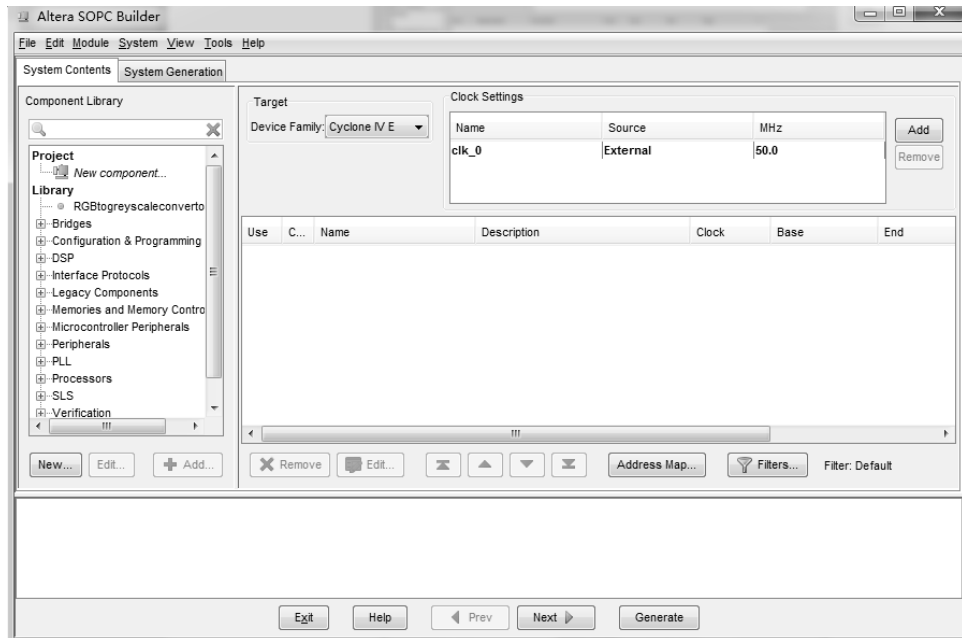

图 1-6 不带有模块的 SOPC Builder
(7) 点击 OK 按钮，开始创建属于自己的系统。如图 1-6 所示。